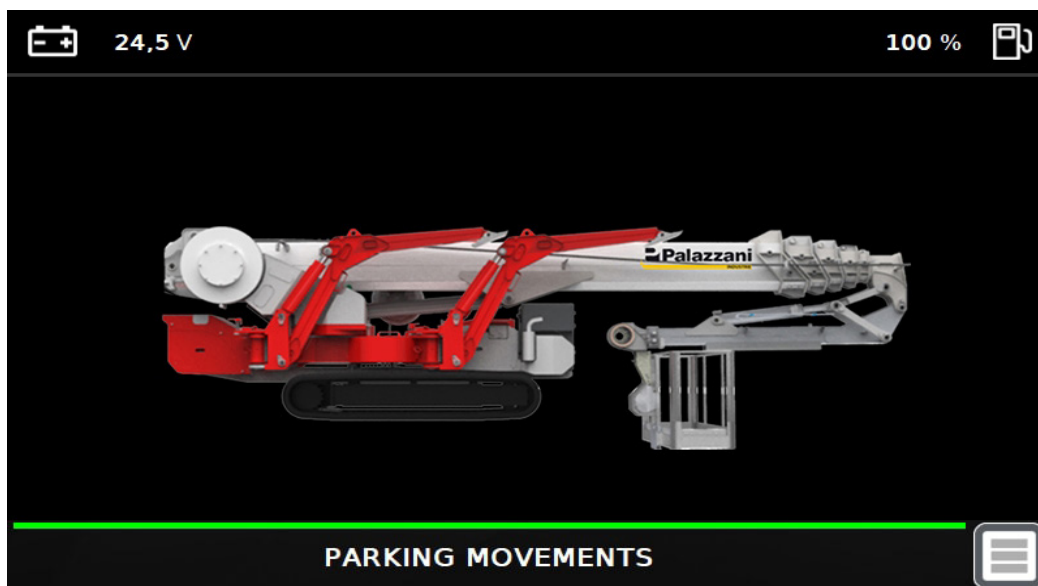

fig 3.6b
- Appuyez et relâchez le bouton FN sur le bureau principal (Part 9 de fig. 3.1), le voyant à l'intérieur du bouton clignotera et un son intermittent sera émis. Dans ces conditions, l'écran affichera le message: «parking movements» (Fig. 3.6b).